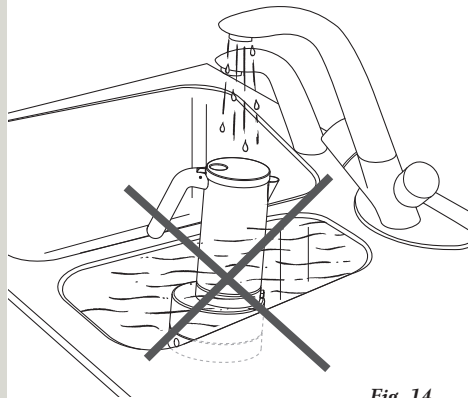

Fig. 14
- Ikke hold espressokokeren under rennende vann, og ikke senk den ned i vann. (fig. 14)